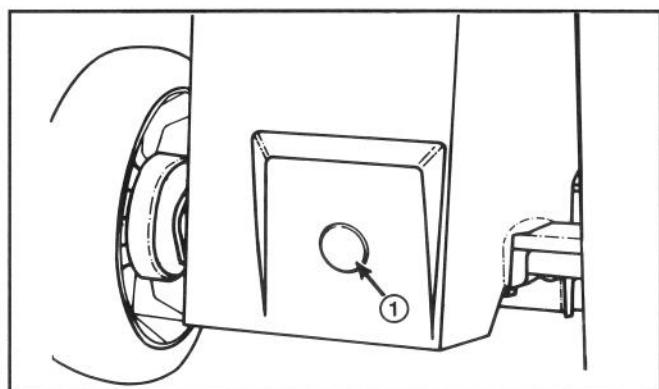

Abbildung 27
3. Den Mäher auf die höchste Schnitthöhe einstellen (E).
4. DEN GETRIEBEÖLSTAND PRÜFEN—Den Plastikstopfen aus der Öffnung auf der Rückseite des Mähers ziehen (Abb. 27).